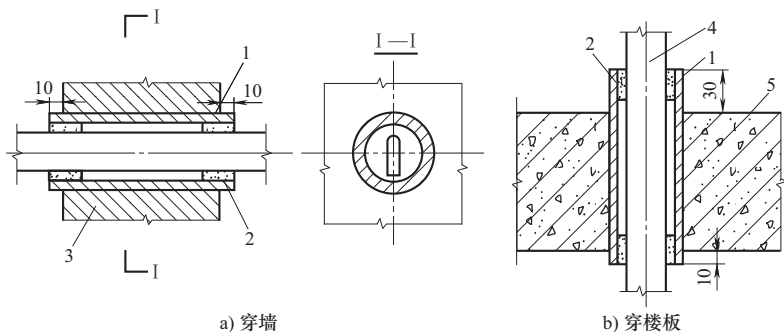

图 11-17 接地线穿越墙壁、楼板的安装
(7) 接地线穿过墙壁或楼板，必须预先在需要穿越处装设钢管，接地线在钢管内穿过，钢管伸出墙壁至少 10mm，在楼板上面至少要伸出 30mm，在楼板下面至少要伸出 10mm，接地线穿过时，钢管两端要做好密封（见图 11-17）。